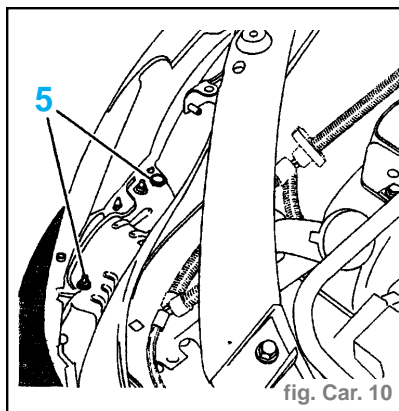

fig. Car. 10
- Déposer les fixations (5) (fig. Car. 10).